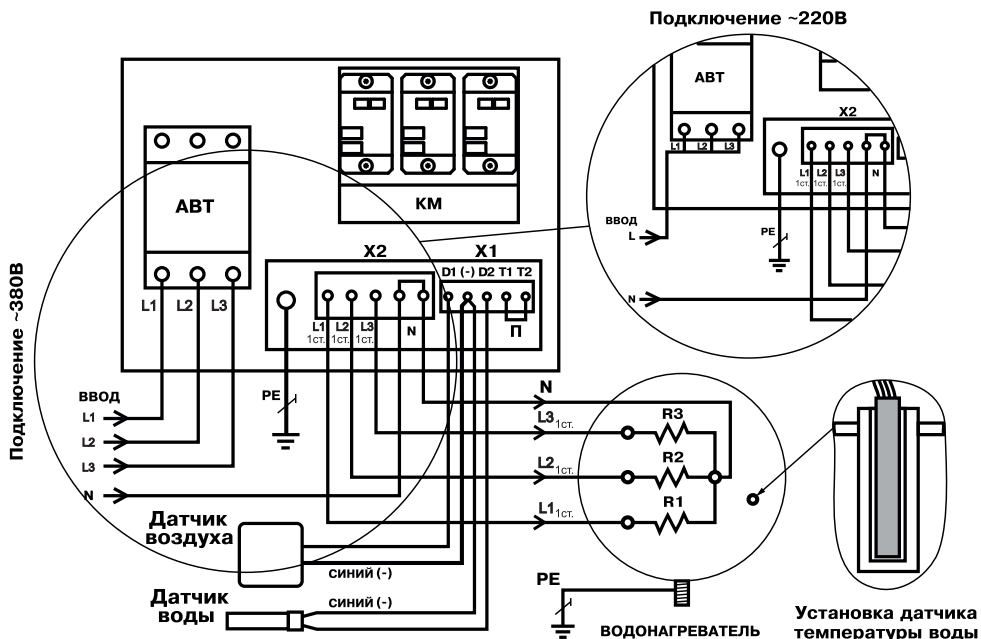

Рис.1 Схема подключения ПУ VDL Base мощностью до 9 кВт
- Эксплуатация пульта управления должна осуществляться только при условии ее подключения в соответствии со схемой подключений (**Рис.1; 2**);
9. Подключите пульт к питающей сети кабелем соответствующего сечения, исходя из номинальной мощности котла или ТЭНБ, согласно схеме подключений (**Рис.1; 2**) настоящего паспорта и инструкции по эксплуатации. Для обеспечения надёжного контакта, места присоединения проводов необходимо тщательно затягивать. Ввод кабелей и проводов осуществляется с учетом сохранения степени защиты пульта.
10. При подключении пульта управления к однофазной сети переменного тока соедините вместе клеммы L1, L2, L3 вводного автомата и подключите их к фазному проводу питающей сети. Нулевой провод питающей сети подключается согласно схеме (**Рис.1; 2**).
- Поместите в него датчик до упора, предварительно смазав термопастой (**Рис.1; 2**);
- Подключите датчики к монтажной колодке X1 в соответствии со схемой (**Рис.1; 2**), обращая особое внимание на полярность датчиков. Провода датчиков синего цвета, помеченные знаком (-) подключаются на клемму колодки X1, помеченную знаком (-) (**Рис.1; 2**). Датчики подключаются медными проводами сечением 0,5-0,75 кв.мм необходимой длины. При длине провода более 10 метров желательно использовать провода, свитые в пары (не более 50 метров);
12. Подключите пульт к котлу или твердотопливному котлу с установленным ТЭНБ, согласно схеме подключений (**Рис.1; 2**) кабелем соответствующего сечения, исходя из номинальной мощности котла или комплекта ТЭНБ;
13. Выполните заземление (защитное зануление) корпуса пульта, в соответствии со схемой подключений (**Рис.1; 2**).
- Нулевой рабочий провод сети (N) должен подсоединяться к колодке X2 «НЕЙТРАЛЬ» внутри пульта и к общему проводу ТЭН котла или ТЭНБ;
- Подключить внешний термостат к монтажной колодке X1 вместо переключки (П) **Рис.1; 2**.
**Внимание!** В случае отсутствия переключки (П) или срабатывания внешнего термостата, подключенного вместо переключки к колодке X1 (**Рис.1; 2**) устройство будет отключено.